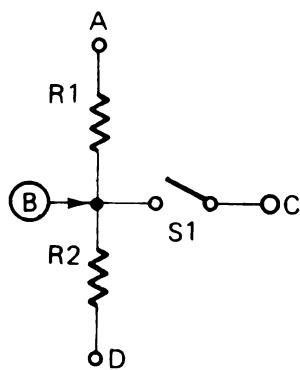

Figura 10
22. Riferitevi alla Figura 10.  $R_1 = 500\Omega$ ,  $R_2 = 1,5\text{ K}\Omega$ , A = +4V, C = -4V, D = -12V. Quant'è la tensione misurata in "B" quando  $S_1$  è aperto e quando è chiuso?